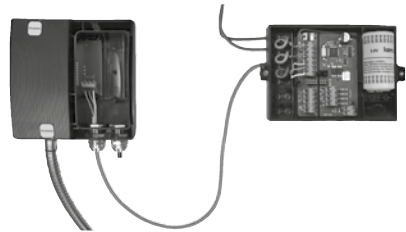

Figura 12
**Nota bene:** Se ULTRAFLOW® 54 è dotato di modulo di uscita con accoppiamento galvanico, oppure di modulo con isolamento e alimentazione interna (batteria), la connessione non utilizzata deve essere sigillata, come mostrato in Figura 12.